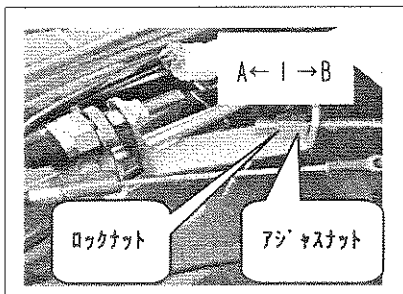

図 2
③ 上記寸法以外でつながる時は、走行ロッドのアジャストナットで張りを調整して下さい。〈図 2 参照〉